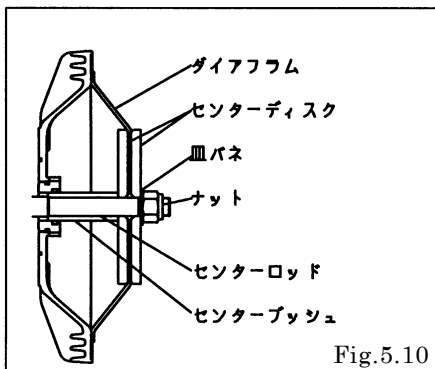

Fig.5.10
- ・CR、NBR、EPDM、FKM ダイヤフラムは「OUT SIDE」の表示を外側に、TPEE、TPO ダイヤフラムは凸側を外側に取付ける。〔Fig.5.10〕
- ・片側にダイアフラムを引き出し、(B□H、B□S、B□H/Tを除く) Fig.5.10 の状態でアウトチャンバーを取り付ける。ボルトは一度仮止めにする。
- ・ダイアフラムを Fig.5.10 の状態にして、アウトチャンバーを取り付ける。ボルトは一度仮止めにする。